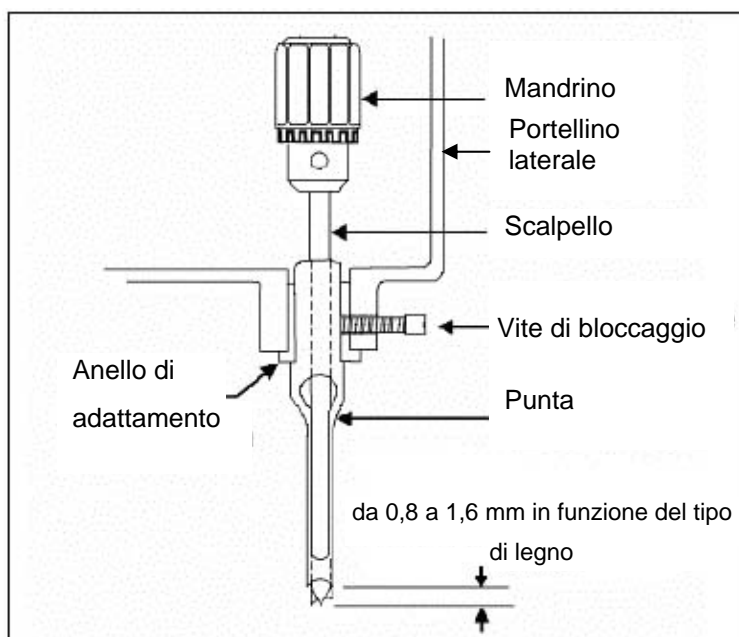

Fig. 10
La guida (A) **Fig. 10** può essere spostata in avanti o indietro allentando la leva (B) e facendo scorrere la guida fino alla posizione desiderata e stringendo la leva (B).